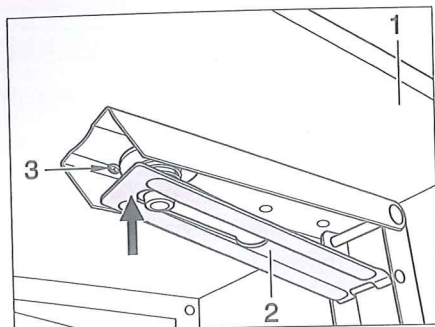

Bild 61 Stöd sittbänksförlängning
- Fäll upp sittbänksförlängningen (Bild 61,1). Stödet (Bild 61,2) hakar fast automatiskt.
- Tryck stödet (Bild 61,2) uppåt i pilens riktning, mot spiralfjäders motstånd (Bild 61,3). Sittbänksförlängningen är upplåst.